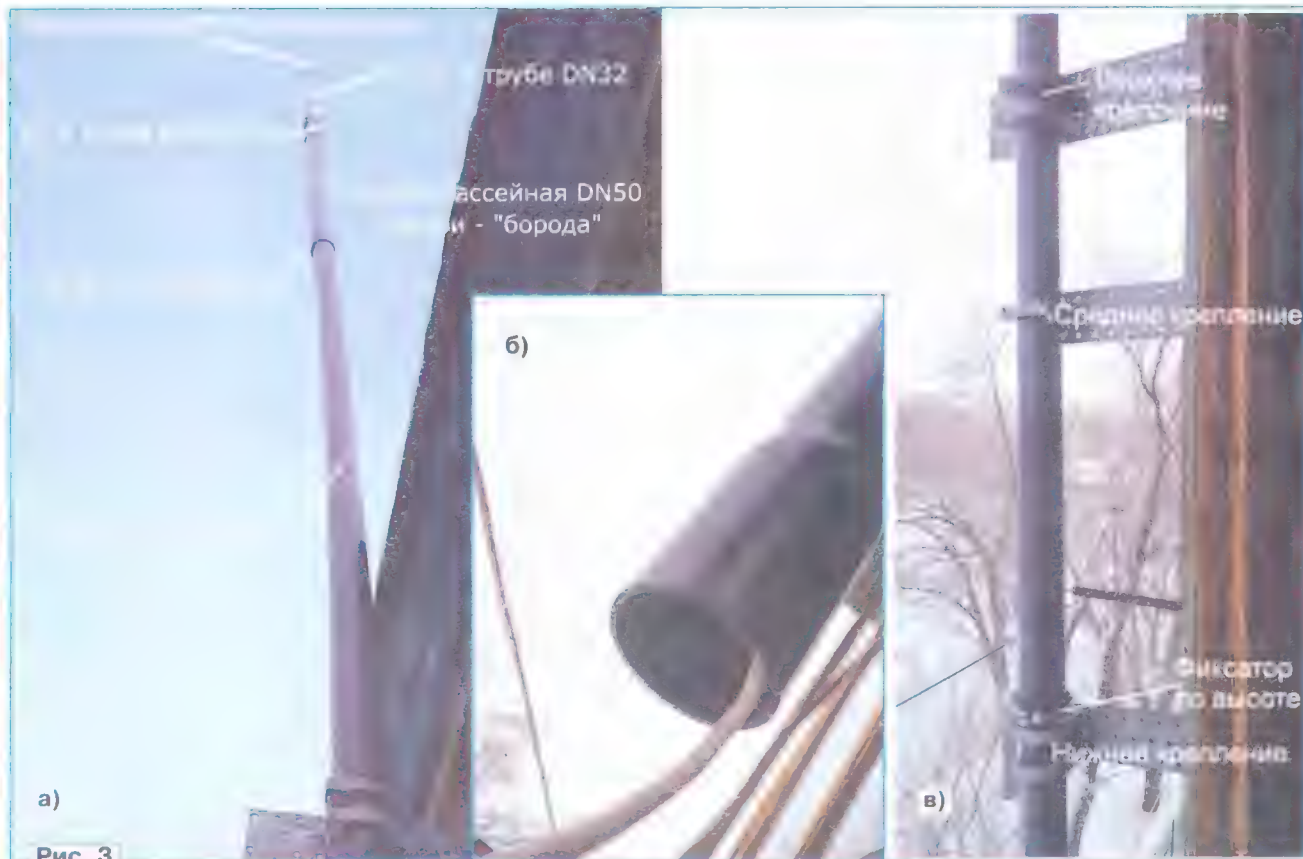

Рис. 3
- общая конструкция антенны с "бородой" длиной 2 м (рис. 3, а);
- открытый вывод кабеля (рис. 3, б);
- крепление трубы к балкону (рис. 3, в).